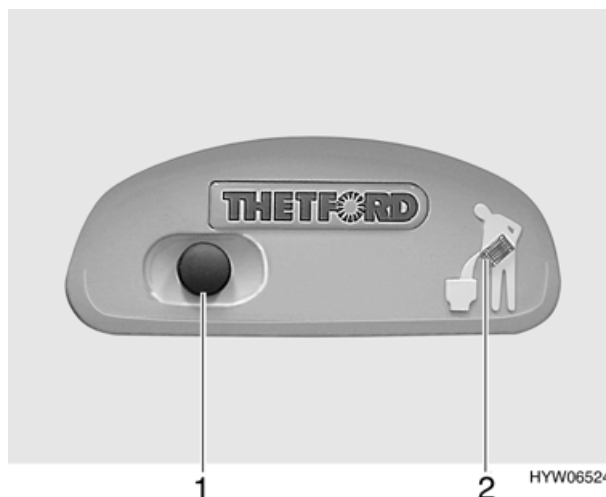

Fig. 61 Pulsante acqua di scarico/Luce spia cassetta Thetford
- Per sciacquare premere il pulsante blu (Fig. 61,1).
Quando la cassetta Thetford è piena e deve venire svuotata, la luce spia (Fig. 61,2) si accende.